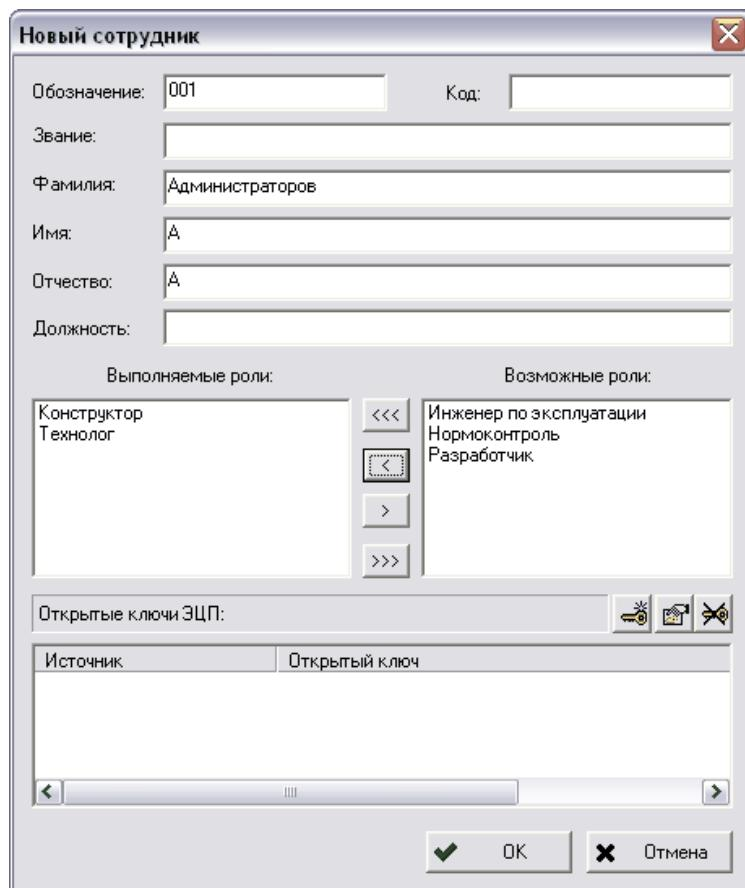

Рис. 43. Создание нового сотрудника
2. В контекстном меню выберите команду **Создать описание сотрудника**. При этом появится диалоговое окно **Новый сотрудник** (Рис. 43).